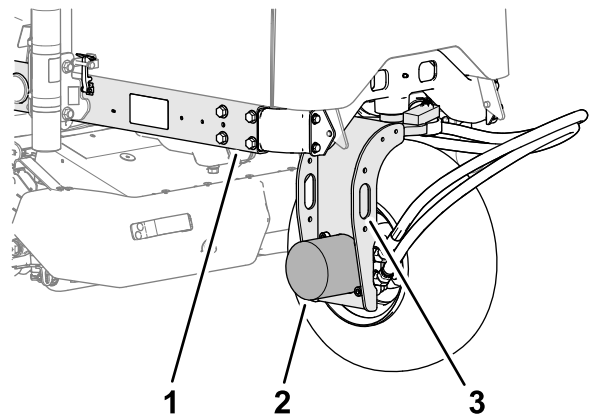

Figura 56
2. Eleve con un gato la parte trasera de la máquina bajo el motor de las ruedas traseras (Figura 56).